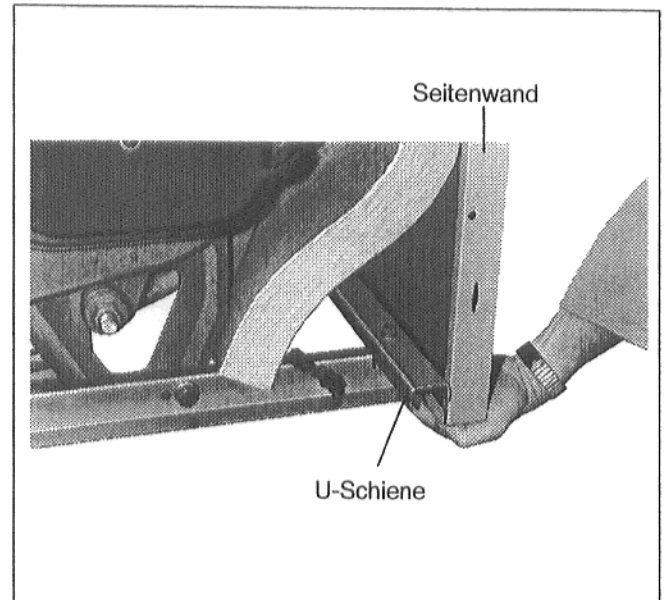

Abb. 42
- Unten unter die Seitenwände greifen, U-Schiene anheben, Seitenwände leicht an den Kesselblock andrücken und die U-Schiene in die Abkantung der Seitenwände einhängen (Abb. 42).